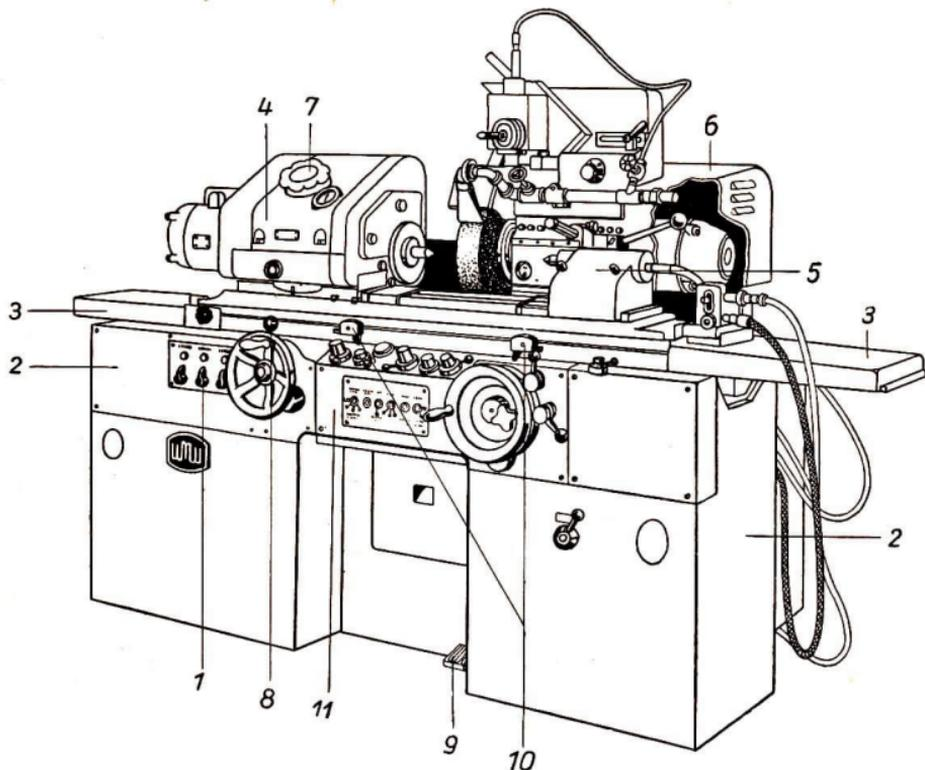

Bild 4 Außen-Rundschleifmaschine
Die in Bild 4 gezeigte Außen-Rundschleifmaschine SA 200×450-630-800 vom VEB Schleifmaschinenwerk Karl-Marx-Stadt läßt die formschöne und übersichtliche Anordnung der Bedienelemente an einer modernen Maschine deutlich erkennen. Sie zeigt links die Hauptschalter (1), daneben das Handrad für die Bedienung der Tischbewegung und rechts das Handrad mit den Griffen für die Zustellung des Schleifkörpers.